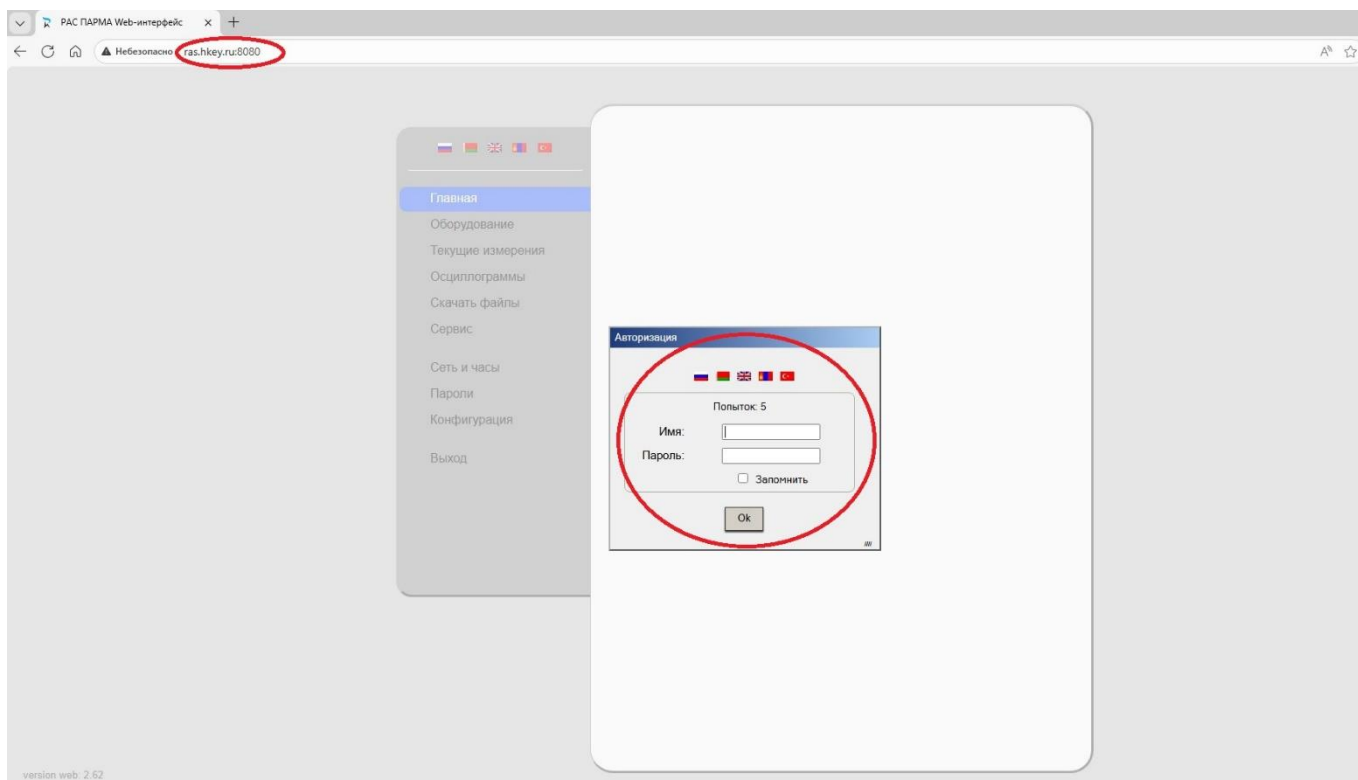

Рисунок 3 – Главное окно Web-интерфейса и окно навигации
3.1.2.3 Для аутентификации ввести имя пользователя и пароль (рис. 3).